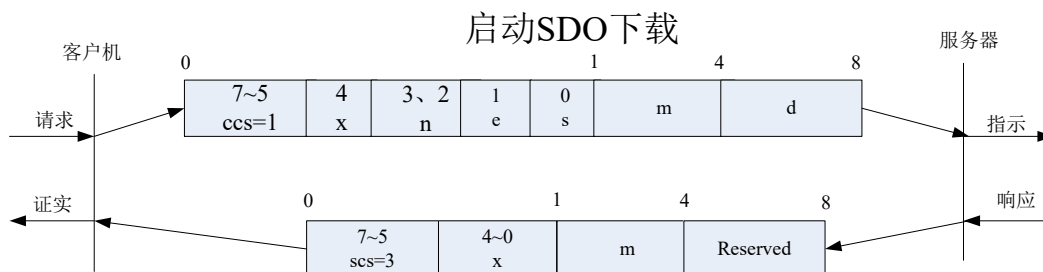

图 I -1 启动SDO下载协议
1). 启动SDO下载协议（如图I-1所示）
以下是图I-1协议的SDO 命令字（SDO CAN报文的第一个字节）语法和细节说明：